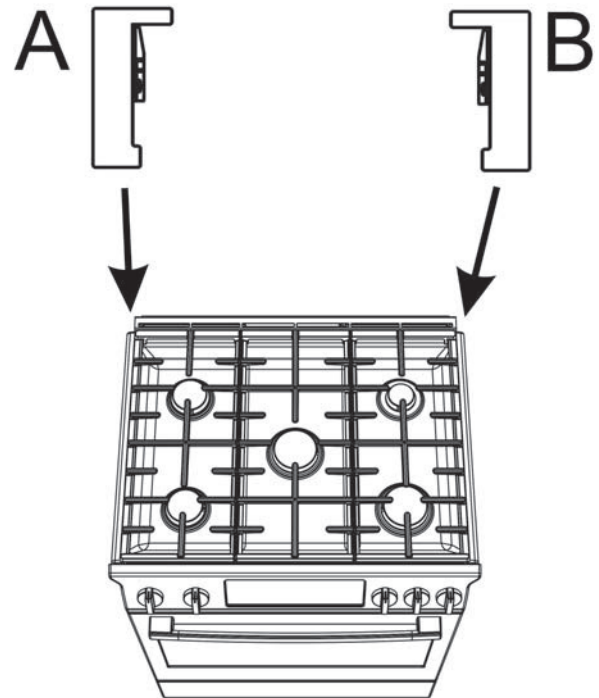
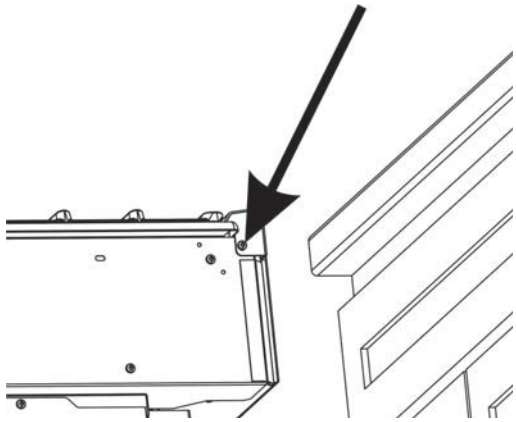

Figura 1: Cómo identificar los protectores para esquinas derecho e izquierdo
Figura 2: Ubicación de los tornillos laterales de la moldura de la parte trasera
- La instalación de protectores para esquinas requiere tener acceso a los tornillos de montaje que se encuentran en los lados de la estufa. Si las conexiones eléctricas o de gas impiden tener acceso a los tornillos, comuníquese con un técnico calificado antes de proceder (consulte la Figura 2: Ubicación de los tornillos laterales de la moldura de la parte trasera).
Si la estufa ya está instalada, ¿puede deslizarse hacia afuera lo suficiente como para tener acceso a los tornillos laterales de la moldura de la parte trasera? Consulte la Figura 1: Cómo identificar los protectores para esquinas derecho e izquierdo y la Figura 2: Ubicación de los tornillos laterales de la moldura de la parte trasera.
2. Identifique qué pieza del protector para esquinas debe colocarse en la parte trasera izquierda (A) y derecha (B) de la estufa. Consulte la Figura 1: Cómo identificar los protectores para esquinas derecho e izquierdo.
3. Deslice la estufa hacia afuera lo suficiente como para tener acceso a los tornillos de montaje laterales de la moldura de la parte trasera (consulte la Figura 2: Ubicación de los tornillos laterales de la moldura de la parte trasera). Lea el *Aviso de técnica para el manejo adecuado* en la sección Seguridad de este manual.
4. Retire solo los dos tornillos laterales que sujetan la moldura de la parte trasera (uno en cada lado); consulte la Figura 2: Ubicación de los tornillos laterales de la moldura de la parte trasera. Guarde estos tornillos para colocar los protectores para esquinas. Si no hay tornillos en estas ubicaciones, se incluyen tornillos en el kit para este fin.